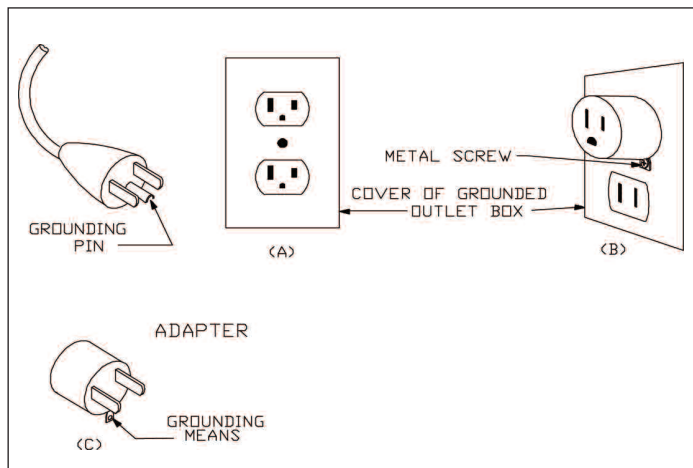

Figura 3
10. Algunos modelos están provistos de un enchufe de tres palas con conexión a tierra (vea la Figura 3). Si se proporciona con un enchufe con conexión a tierra, siempre conéctelo únicamente a una toma de corriente con conexión a tierra.
1. Los calentadores están provistos de un cable flexible con un enchufe de 2 palas conectado a tierra (como se muestra en A en Figura 3) y el interruptor incorporado de ENCENDIDO / APAGADO. Este calentador es para uso a 120 V CA solamente.
2. Se encuentra disponible un adaptador como se muestra en C en la Figura 3 para conectar enchufes de tres palas con conexión a tierra a receptáculos de dos ranuras. El enchufe de conexión a tierra verde que se extiende desde el adaptador debe conectarse a una toma de tierra permanente, como una caja de tomacorriente correctamente conectada a tierra. El adaptador no debe usarse si hay un receptáculo con conexión a tierra de tres ranuras disponible.